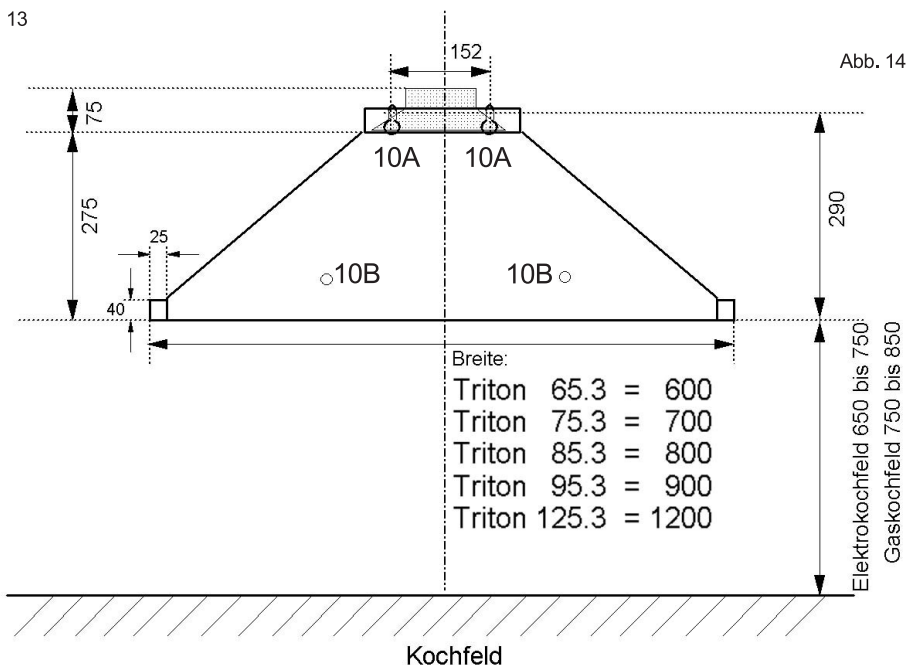

Abb. 14
Unter Beachtung des Mindestabstandes zum Kochfeld die Einbauhöhe der Haube ermitteln (Abb. 14). Obere Bohrlöcher (10A) für Wandbefestigung anzeichnen, bohren, 2 Dübel 8 mm (16) einsetzen und 2 Schrauben 5x50 mm (15) nur soweit eindrehen, bis die Schraubenköpfe noch ca. 10 mm aus der Wand herausragen.